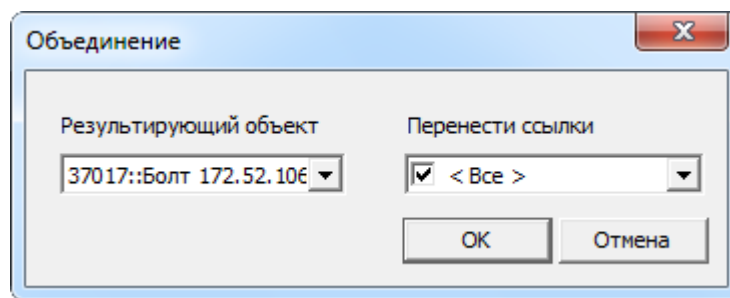

Рис. 12-41 – Диалоговое окно «Объединение»
- 3) В открывшемся диалоговом окне «Объединение» в поле «Результирующий объект» выбрать одну из отмеченных ТК, которую требуется оставить (рис. 12-41)